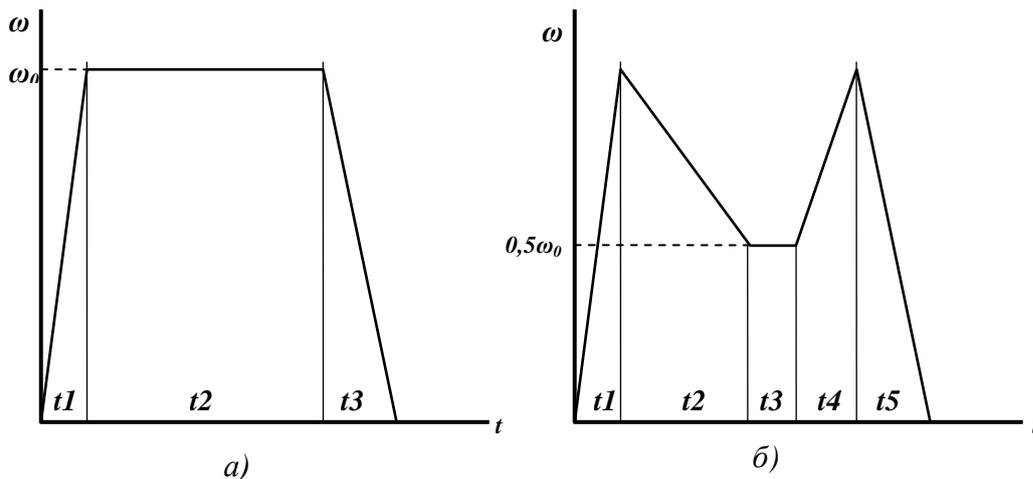

Рис. 14. Тахограммы к заданию по теме 4:
3. PID-регулирование скорости двигателя в соответствии с тахограммой, представленной на рис. 14,а, где  $\omega_0 = 700$  об/мин;  $t_1 = 5$  мин;  $t_2 = 1$  час;  $t_3 = 7$  минут.
4. ПИ-регулирование скорости двигателя в соответствии с тахограммой, представленной на рис. 14,а, где  $\omega_0 = 800$  об/мин;  $t_1 = 7$  мин;  $t_2$  определяется датчиком, соединенным с входом I0.0;  $t_3 = 9$  минут.
5. PID-регулирование скорости двигателя в соответствии с тахограммой на рис. 14,б, где  $\omega_0 = 1500$  об/мин;  $t_1 = t_5 = 40$  сек;  $t_2 = t_4 = 5$  минут;  $t_3 = 1,5$  часа.
6. ПД-регулирование скорости двигателя в соответствии с тахограммой, представленной на рис. 14,б, где  $\omega_0 = 1200$  об/мин;  $t_1 = t_5 = 30$  сек;  $t_2 = t_4 = 6$  минут;  $t_3$  определяется датчиком, соединенным с входом I0.2;  $t_3 = 9$  минут.
7. ПД-регулирование скорости двигателя в соответствии с тахограммой, представленной на рис. 14,а, где  $\omega_0 = 750$  об/мин;  $t_1 = 1,5$  мин;  $t_2 = 1$  час;  $t_3 = 4$  минуты. Обработка тахограммы начинается ежедневно в 1000.
8. PID-регулирование скорости двигателя в соответствии с тахограммой на рис. 14,а, где  $\omega_0 = 880$  об/мин;  $t_1 = 7,5$  мин;  $t_2$  определяется датчиком, соединенным с входом I0.1;  $t_3 = 5,5$  минут.
9. PID-регулирование скорости двигателя в соответствии с тахограммой, представленной на рис. 14,б, где  $\omega_0 = 1100$  об/мин;  $t_1 = t_5 = 20$  сек;  $t_2 = t_4 = 3$  минуты;  $t_3 = 2,5$  часа. Обработка тахограммы начинается в рабочие дни в 1145.
10. ПИ-регулирование скорости двигателя в соответствии с тахограммой, представленной на рис. 14,б, где  $\omega_0=1350$  об/мин;  $t_1=t_5=20$  сек;  $t_2=t_4=3$  минуты;  $t_2$  определяется датчиком, соединенным с входом Ю.3;  $t_3=7$  минут. Обработка тахограммы начинается через день в 850.
11. ПИ-регулирование скорости двигателя в соответствии с тахограммой на рис. 14,а, где  $\omega_0=700$  об/мин;  $t_1=5$  мин;  $t_2=1$  час;  $t_3=7$  мин. Отклонения скорости от задания фиксируются в таблице с начальным адресом VW0.
12. ПИ-регулирование скорости двигателя в соответствии с тахограммой на рис. 14,а, где  $\omega_0=820$  об/мин;  $t_1=1$  мин;  $t_2$  определяется датчиком на Ю.0;  $t_3=3$  мин.
13. ПИД-регулирование скорости двигателя в соответствии с тахограммой на рис. 14,б, где  $\omega_0=1150$  об/мин;  $t_1=t_5=35$  сек;  $t_2=t_4=25$  минут;  $t_3=1,5$  часа. Отклонения скорости от задания фиксируются в таблице с начальным адресом VW200.
14. ПИ-регулирование скорости двигателя в соответствии с тахограммой, представленной на рис. 14,б. Здесь  $\omega_0=300$  об/мин;  $t_1=t_5=20$ с;  $t_2=t_4=2$  минуты;  $t_2$  определяется датчиком, соединенным с входом Ю.2;  $t_3=6$  минут. Отклонения скорости фиксируются в таблице с начальным адресом VW500.